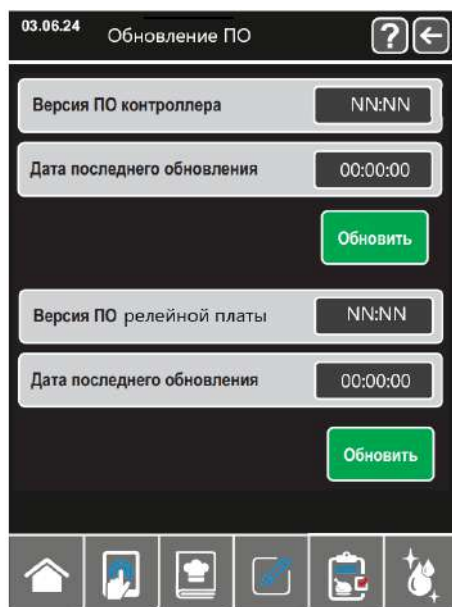

Рис.15.9 Окно Обновление ПО
5.6.5.3 В окне сервис рис.15.7 нажмите на строку Обновление ПО, отобразится клавиатура и сообщение введите пароль для доступа. Введите пароль 0000. Откроется окно Обновление ПО рис. 15.9.